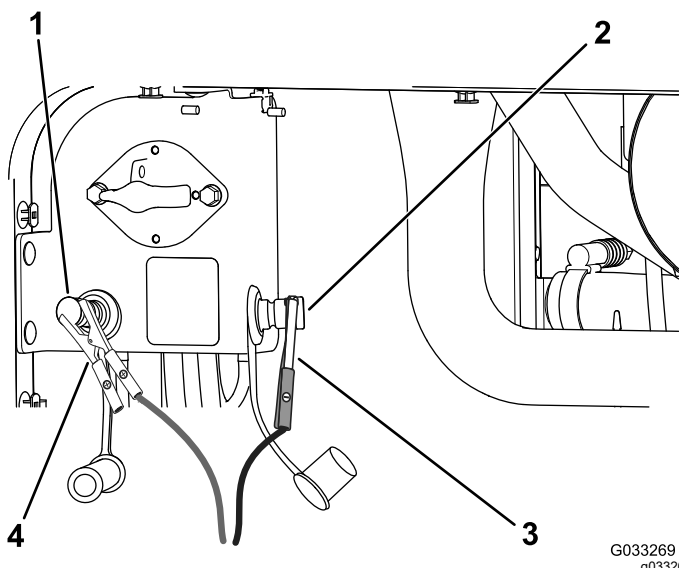

Figura 77
4. Conecte el cable positivo del cargador de la batería al borne positivo del otro vehículo (Figura 77).
5. Conecte el cable negativo del cargador de la batería al borne negativo de la batería del otro vehículo (Figura 77).
7. Cuando las baterías estén completamente cargadas, desconecte el cargador de la fuente de electricidad, luego desconecte los cables del cargador de los bornes de la batería del otro vehículo (Figura 77).